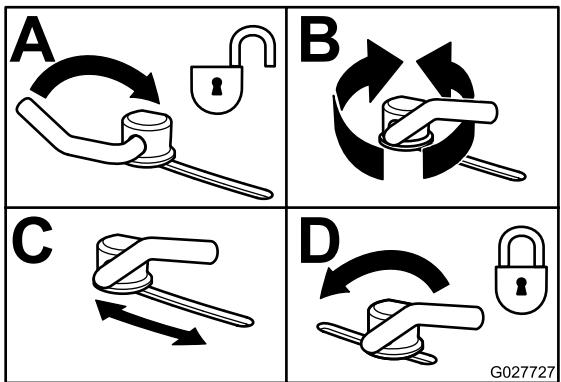

Bild 33
3. Wenn Sie die Haltenocken einstellen möchten, schieben Sie den Hebel nach oben und lösen Sie die Haltenocke (Bild 33).
5. Schieben Sie den Hebel zurück, um das Ablenkblech und die Haltenocken festzuziehen (Bild 33).